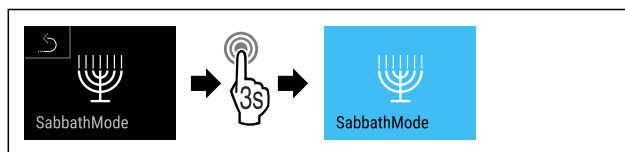

Fig. 71
- ▶ Hajtsa végre a művelet lépéseit (lásd Fig. 71) .